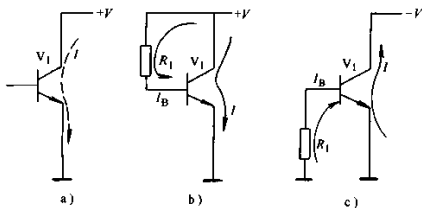
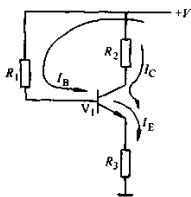

图 1-65 NPN 型三极管直流电压电路
图 1-67 固定式偏置电路
(1) NPN型三极管直流电路。如图1-65所示是NPN型三极管各电极直流电压供给电路,图1-65a所示采用正极性直流电源供给三极管集电极与发射极之间直流电压的电路。
3) 基极电压与发射极电压的谁高时能使发射结处于正向偏置状态也可以用发射极箭头来帮助记忆。如图 1-65 的 b、c 所示电路, 发射极箭头向外, 说明基极电压应该大于发射极电压。
(1) 固定式偏置电路。如图 1-67 所示是固定式偏置电路, 这是 NPN 型三极管、采用正电源供电的电路, 从前面的分析可知, 电阻 R_1 可以为 V_1 管提供基极电流 I_B , 所以 R_1 称为偏置电阻。
在图 1-65、1-66 所示电路中均是采用的固定式偏置电路, 对这种偏置电路的工作原理不再介绍。图 1-67 所示电路中的 R_2 为集电极负载电阻, R_3 为发射极负反馈电阻, 关于这两个电阻的作用和工作原理将在后放大器电路中介绍。